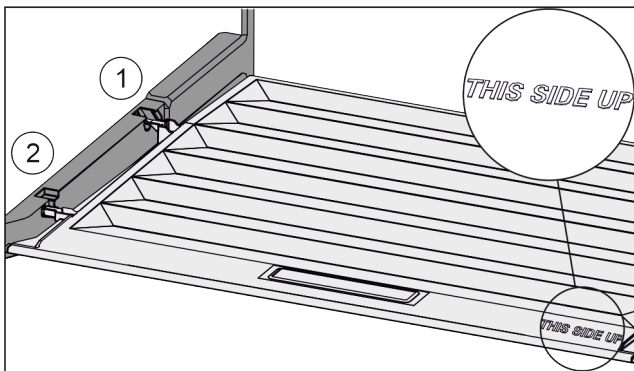

Fig. 33
- ▶ Výstupky veka zaved'te cez otvor zadného držiaka Fig. 33 (1) a zaistite vpredu v držiaku Fig. 33 (2).